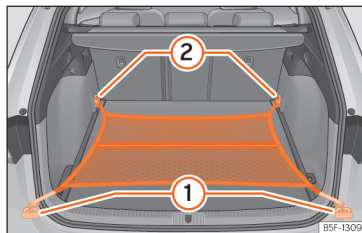

Fig. 189 Al maleter: bossa de xarxa enganxada arran de la base.
- Fixeu els ganxos de la bossa a les argolles d'amarratge »» fig. 189 ① y ② »» ⚠. La cremallera de la bossa ha de quedar cap amunt.